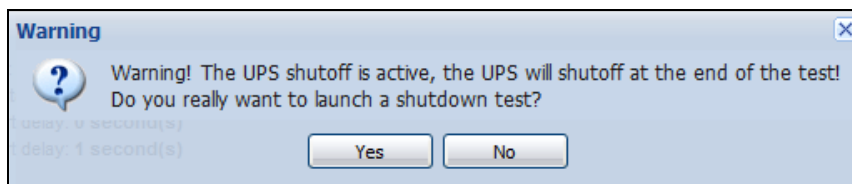

Abbildung 51. Warnhinweis Test shutdown (Herunterfahren testen)
- Test shutdown (Herunterfahren testen) (siehe Abbildung 51)
HINWEIS: Um das Herunterfahren zu testen, überprüfen Sie die Einstellungen für die Herunterfahroption der USV, um sicherzustellen, dass das erwartete Verhalten eintritt: Ist die Option „UPS shutoff“ aktiviert, führt der Test des Abschaltvorgangs zum kompletten Herunterfahren der USV (siehe Abbildung 51).